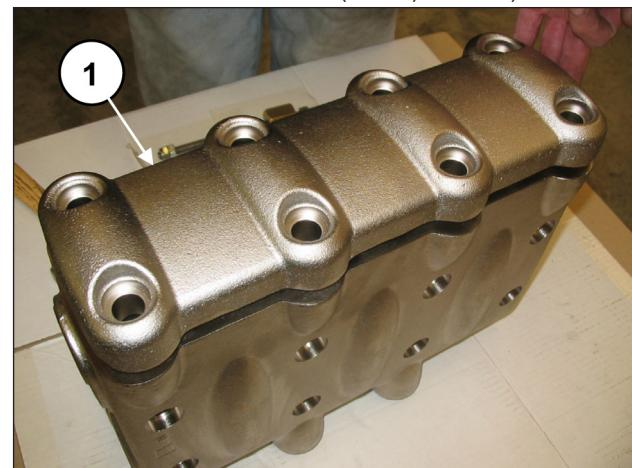
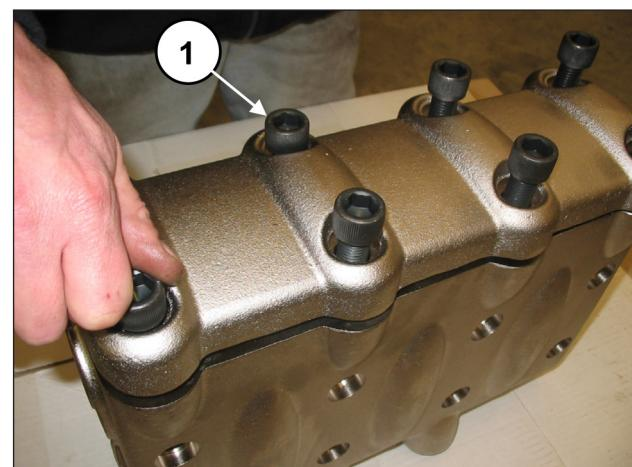

Abb. 132
Abb. 133
Setzen Sie die Ventilkappe samt O-Ring und Stützring ein. Bringen Sie nach Montage der Ventilgruppen und der Ventilkappe den Ventildeckel an (Pos. ①, Abb. 132) und ziehen Sie die 8 Schrauben M16x55 fest (Pos. ①, Abb. 133).